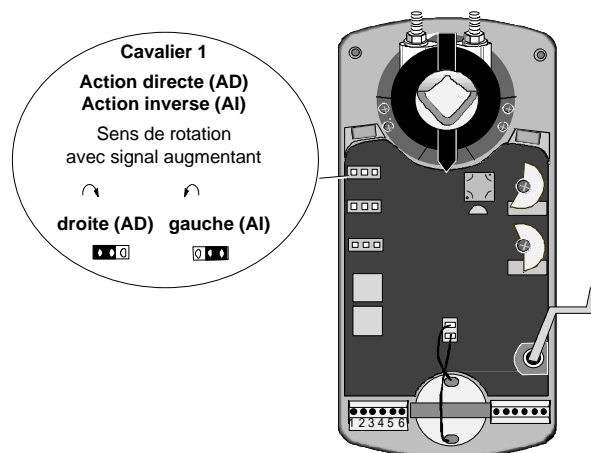

Figure 5 : Inversion du sens de rotation (modèles proportionnels HGA et HGC)
1. Retirez le cavalier à trois broches et remplacez la prise de connexion en position inverse comme illustré à la figure 5.